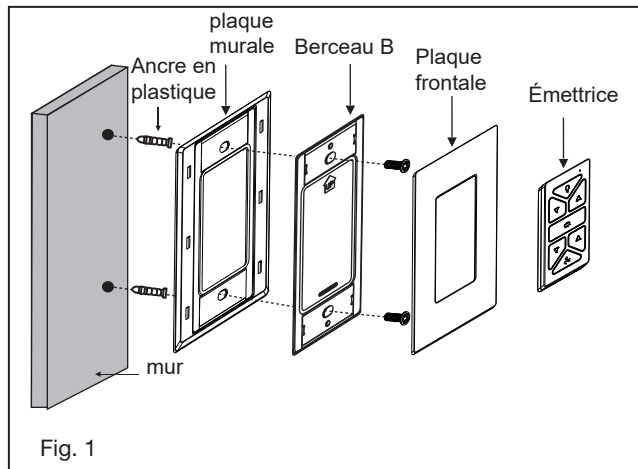

Fig. 1
- 1 Retirez la balle de la tige de suspension en desserrant la vis de réglage sur le côté de la balle. Faites glisser la balle vers le bas et retirez la goupille; retirer la balle. (Fig. 1)
1. Insérez le récepteur dans le support de montage au plafond avec le côté plat du récepteur face au plafond. (Fig. 1) Pour de meilleures performances, assurez-vous que l'antenne noire et l'antenne WIFI, à l'extrémité du récepteur, restent étendues et ne s'emmêlent pas avec les fils électriques.
- 1 Retirez l'une des trois vis du moyeu de montage situé sur le moteur du ventilateur. (Fig. 1)
- 2 Tout en tenant l'ensemble LED sous votre ventilateur, effectuez les connexions des fiches polarisées: (Fig.1)
- 3 Rentrez soigneusement les connexions dans l'ensemble LED, placez l'ensemble LED sur le moyeu de montage avec les 3 vis fournies. (Fig. 1)
- 4 Soulevez le couvercle de la lumière contre l'ensemble LED et tournez-le dans le sens des aiguilles d'une montre jusqu'à ce qu'il soit bien ajusté, NE PAS TROP SERRER. (Fig. 1)
- 1 Sélectionnez un emplacement souhaité. Utilisez la plaque murale pour marquer l'emplacement des trous de montage. Des chevilles murales en plastique ou des vis de montage sont nécessaires pour cette application. (Fig. 1)
Retirez le panneau de l'émetteur, puis installez une pile 2032 (incluse). Vous devez utiliser une pièce de monnaie pour ouvrir ou fermer le couvercle de la batterie. Pour éviter d'endommager l'émetteur, retirez la batterie si vous ne l'utilisez pas pendant de longues périodes (Fig. 1)